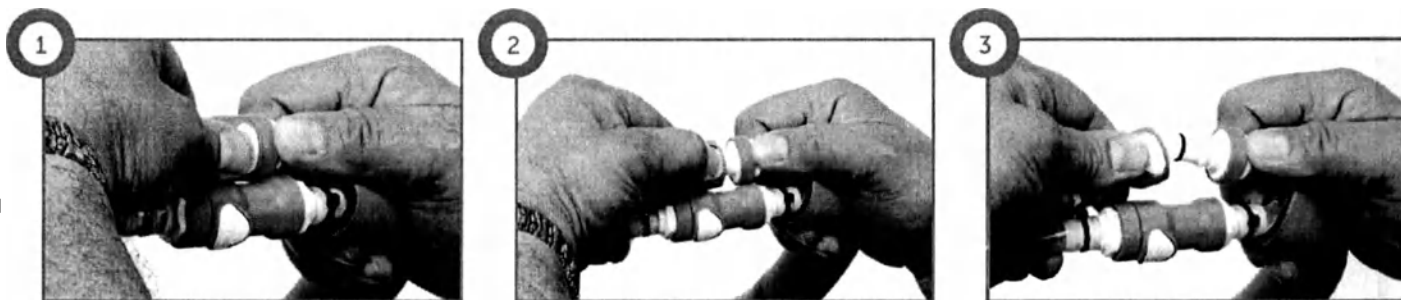

Рис. 10.
- При отсоединении соединительных механизмов просто держите их обеими руками, а затем нажмите белую кнопку разблокировки, как показано на рис. 10. Соединительные механизмы будут пружинить друг от друга. Продолжайте их растягивать до тех пор, пока они не разъединятся.